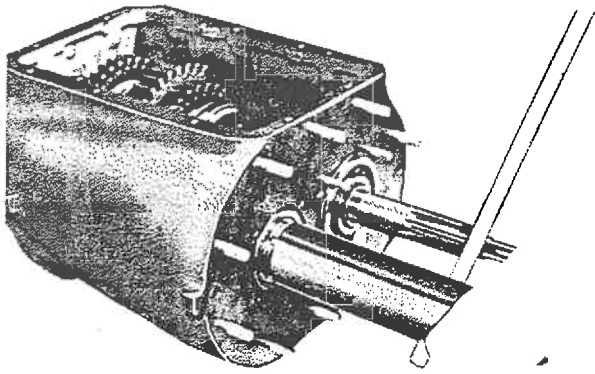

BILD 20: Festziehen der Nutmutter
8. Nutmutter festziehen und sichern (Bild 20)